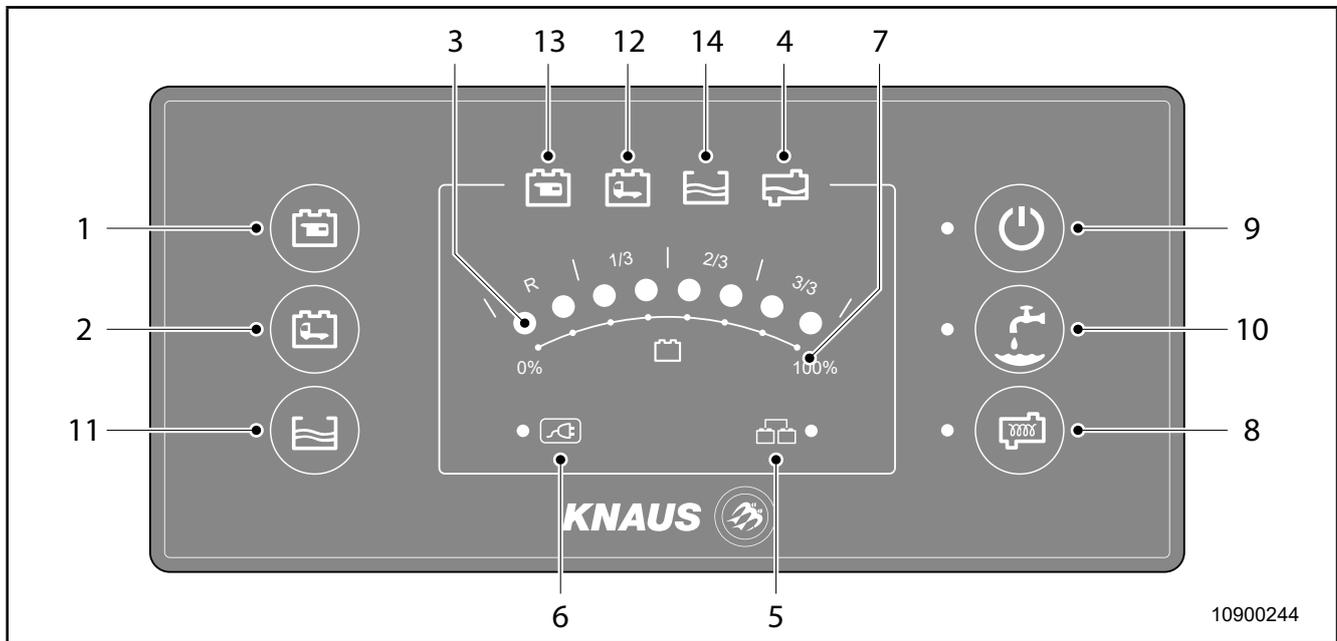

Abb. 42 Kontroll- und Schalttafel PC-110-KN
Die 12-Volt-Stromversorgung kann am Bord-Control durch den Verbraucher-Hauptschalter 12-Volt-Anlage (Abb. 42, Pos. 9) ein- und ausgeschaltet werden.
Über die eingebaute Kontroll- und Schalttafel können die elektrischen 12-Volt-Verbraucher Heizung-Abwassertank (Abb. 42, Pos. 8) und Wasserpumpe (Abb. 42, Pos. 10) sowohl einzeln über den entsprechenden Schalter als auch insgesamt über den Verbraucher-Hauptschalter 12 Volt (Abb. 42, Pos. 9) eingeschaltet bzw. ausgeschaltet werden.
Über die Kontroll- und Schalttafel kann sowohl der Ladezustand Starterbatterie (Abb. 42, Pos. 2) und der Ladezustand Wohnraumbatterie (Abb. 42, Pos. 1) als auch der Pegelstand Frischwassertank (Abb. 42, Pos. 3) über den entsprechenden Taster abgefragt werden.
Ein voller Abwassertank wird durch eine rote LED (Abb. 42, Pos. 4) angezeigt.
In der Kontroll- und Schalttafel ist ein Tiefentladeschutz eingebaut. Wird eine Batteriespannung von ca. 10,0 Volt erreicht, so werden alle Verbraucher, die über den Hauptschalter ein- bzw. ausgeschaltet werden können, abgeschaltet. Durch Betätigen des Verbraucher-Hauptschalters 12 Volt (Abb. 42, Pos. 9) können diese Verbraucher für ca. 1 Minute noch einmal eingeschaltet werden, danach erfolgt die Abschaltung dieser Verbraucher wieder automatisch. Bei einer Spannung größer 12 Volt, werden die Verbraucher automatisch wieder zugeschaltet.
Die Zusatzbatterie (Batterie II) befindet sich unter dem Fahrer- oder Beifahrersitz. Das dazugehörige Ladegerät ist modellabhängig entweder im Kleiderschrank oder unter der Sitzgruppe untergebracht. Somit verfügt das Reisemobil über eine eigenständige 12-Volt-Stromversorgung. Der Ladezustand der Starterbatterie (Batterie I) sowie der Zusatzbatterie (Batterie II) kann durch Betätigung des entsprechenden Tasters (Abb. 42, Pos. 2 bzw. 1) an der Leuchtdiodenreihe (Abb. 42, Pos. 7) am Bord-Control abgerufen werden.
Es ist empfehlenswert, die Zusatzbatterie **mindestens 18 Stunden** vor Gebrauch mit dem Ladegerät aufzuladen. Dazu muss der Hauptschalter (Abb. 42, Pos. 9) eingeschaltet sein.
Während des Ladevorganges sind alle elektrischen Verbraucher auszuschalten, um eine schnelle und optimale Ladung zu erreichen. Der Ladevorgang sollte kontrolliert werden. Dies kann man mit Hilfe des Tasters (Abb. 42, Pos. 1) und der Leuchtdiodenreihe (Abb. 42, Pos. 7) am Bord-Control kontrollieren.
Die gesamte 12-Volt-Anlage ist über den Hauptschalter (Abb. 42, Pos. 9) am Bord-Control schaltbar. Leuchtet die Kontrolllampe rechts neben dem Schalter nicht auf, ist die 12-Volt-Anlage außer Betrieb. Die elektrische Versorgung des Kühlschranks bei 12-Volt-Betrieb, der Deckenbeleuchtung und der Heizung bleibt jedoch erhalten.
- ☞ Bei längerer Abwesenheit den Hauptschalter (Abb. 42, Pos. 9) ausschalten.